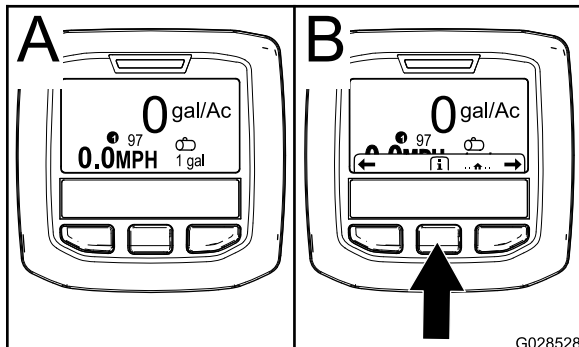

Figura 59
2. Tras unos 15 segundos, aparece la pantalla de inicio. Pulse el botón de selección central para visualizar el contexto de información (Figura 59).